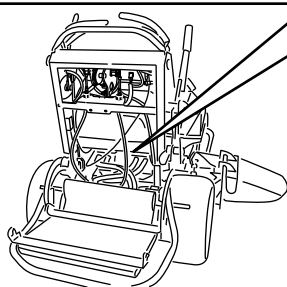

Figure 24
3. Ouvrez les vannes de dérivation des deux pompes en les tournant 1 à 2 fois dans le sens antihoraire (Figure 24).